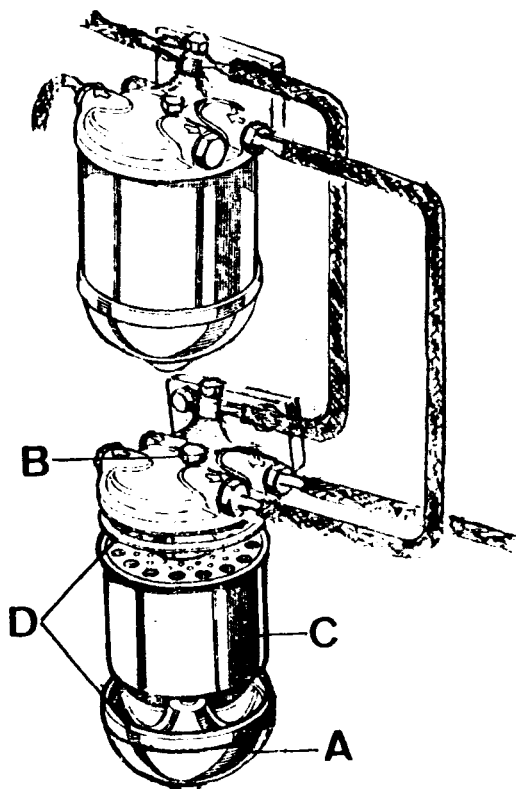

Fig. A3-14 Cambio de los cartuchos filtran-
1.3. Sujetar con la mano la cuba del filtro, A (Fig. A3-14), desenroscar el tornillo de fijación, B, con lo que quedará suelto el cartucho, C, y la cuba.
1.4. Desechar el cartucho usado, C, (Fig. A3-14), y las juntas de caucho, D.
1.6. Colocar en sus alojamientos nuevas juntas de caucho, D (Fig. A3-14).
- 1.7. Instalar el nuevo cartucho, C (Fig. A3-14), haciéndolo encajar en la espiga de la parte superior, con los orificios perforados hacia arriba.
- 1.8. Colocar la cuba, A (Fig. A3-14) y fijar el conjunto con el tornillo, B.